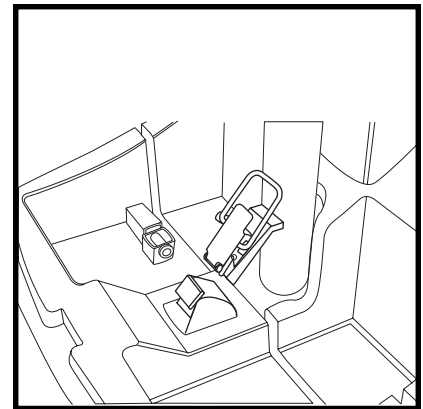

Abb. 18B. Kniehebelverschluss (Positioniert für Zerlegung)
2. Kniehebelverschlussbügel über Kniehebelverschluss positionieren. Siehe Abb. 18B